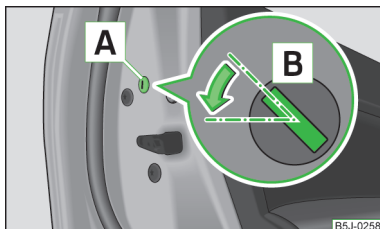

Fig. 13
- Desmontar el paramento **A** » fig. 13.